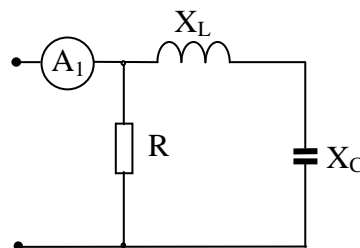

Рис. 2.5.2
2.5.2. Электрическая цепь (рисунок 2.5.2) подключена к источнику переменного напряжения 220 В частотой 50 Гц. Определить показание амперметра A_1 , если $R=500 \text{ Ом}$, $X_L=1 \text{ кОм}$, $X_C=2 \text{ кОм}$.